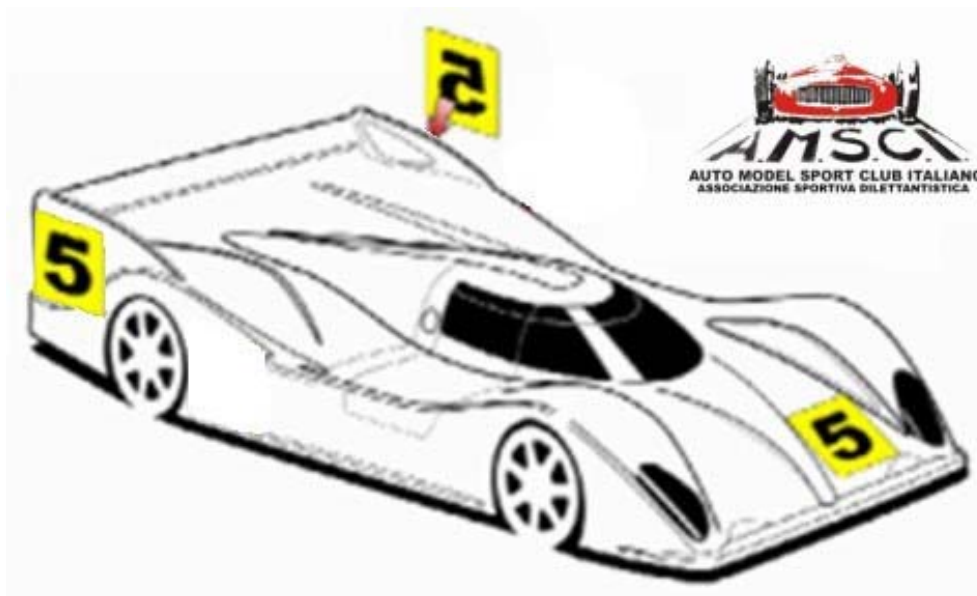

Figura 5: Disposizione corretta dei numeri di gara sul modello in scala 1/8 Pista IC
4.9.3 Disposizione numeri di gara Pista 1/8 IC: prima della partenza delle manche di qualifica e delle fasi finali i Piloti sono obbligati a posizionare sulla propria carrozzeria i numeri di gara, consegnati dagli Organizzatori, con la disposizione mostrata in Figura 5, al fine di garantire una maggiore visibilità da parte della Direzione di Gara. La non corretta posizione dei numeri gara comporta il richiamo del modello del Pilota, da parte del Direttore di Gara, in modo tale che questi li disponga come da Regolamento (vedi Figura 5).